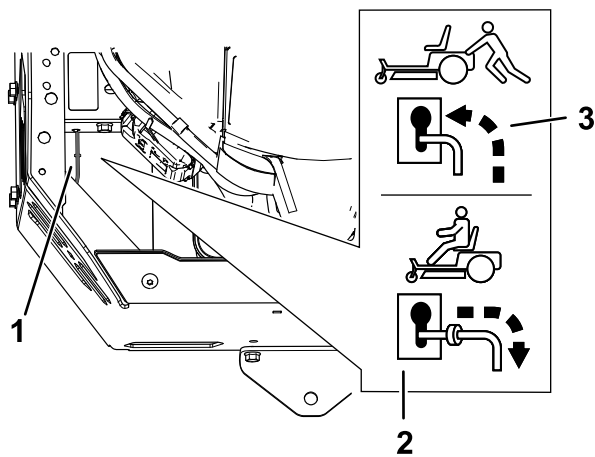

Figure 29
4. Déplacez les leviers de dérivation en avant dans la fente, puis vers le bas pour les verrouiller en position (Figure 29).